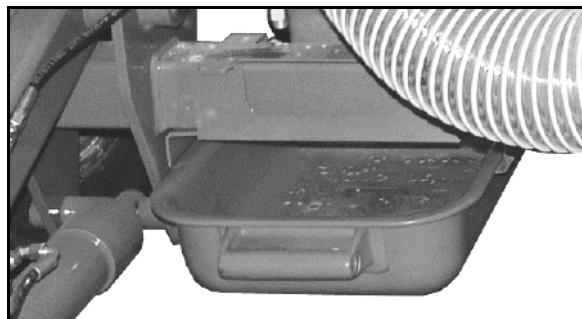

Рис. 84
2. Установите лоток под дозатор (Рис. 84).